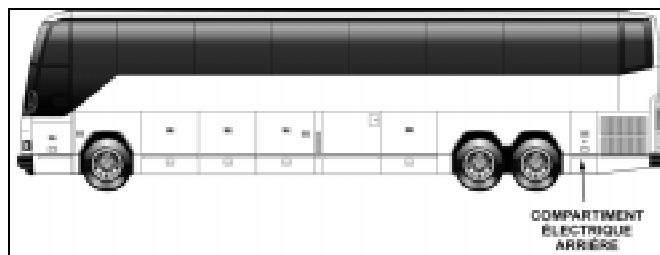

figure 4
7. Ouvrir la porte du compartiment électrique arrière (figure 4).